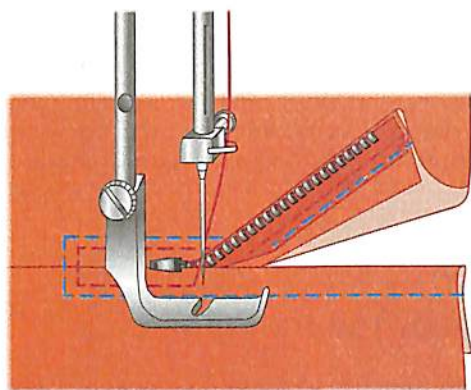

Рис. 61. Притачивание застёжки-молнии на швейной машине
8. Раскрыть застёжку и проложить строчку до верха (рис. 61).